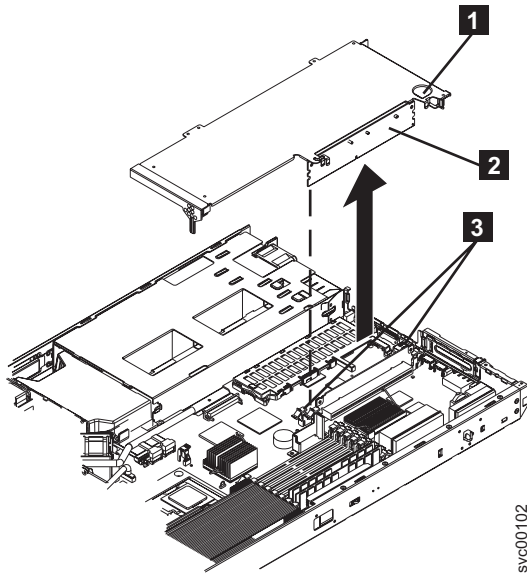

図 178. SAN ボリューム・コントローラー 2145-8F2 または SAN ボリューム・コントローラー 2145-8F4のスロット 2 アダプター
- a. スロット 2 のライザー・カード (214 ページの図 178 の **2**) の両側面にある固定クリップを、ライザー・カードからの接続がなくなるまで下方に押しながら開きます。